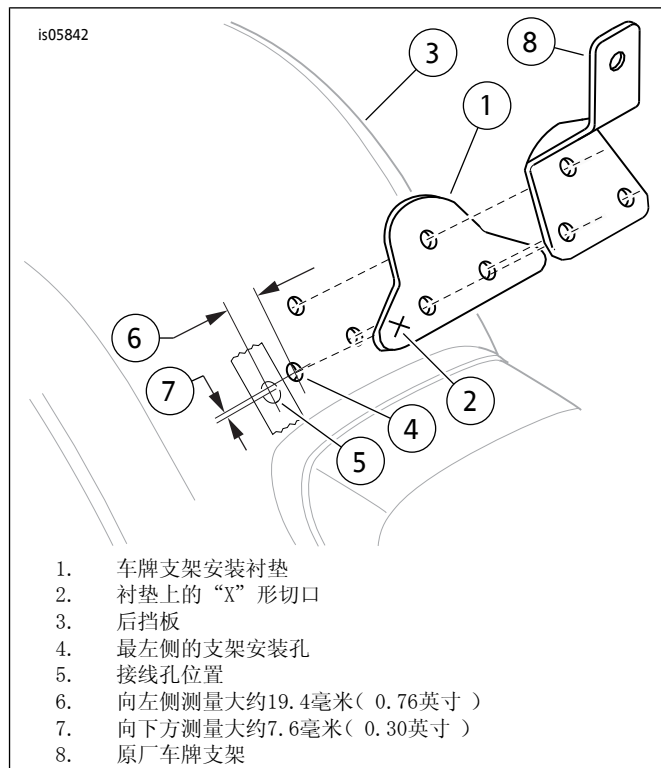

图6。车牌支架和衬垫
1. 参见图6。对于挡板上有三个车牌支架孔的车型：对于挡板上四个车牌支架孔的车型：